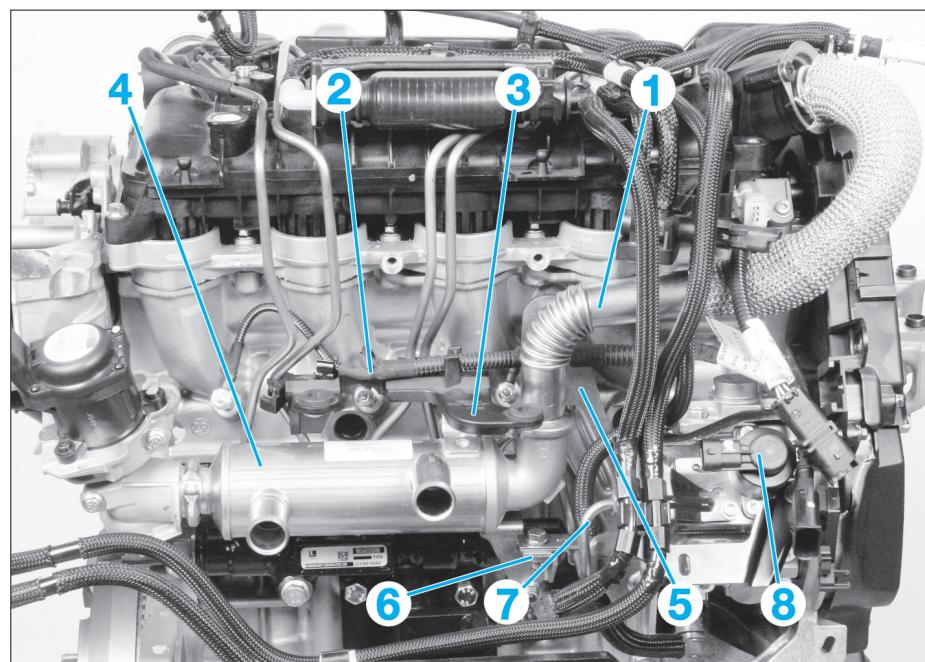

FIG. 50
- la canalisation d'EGR (1) (Fig.50),